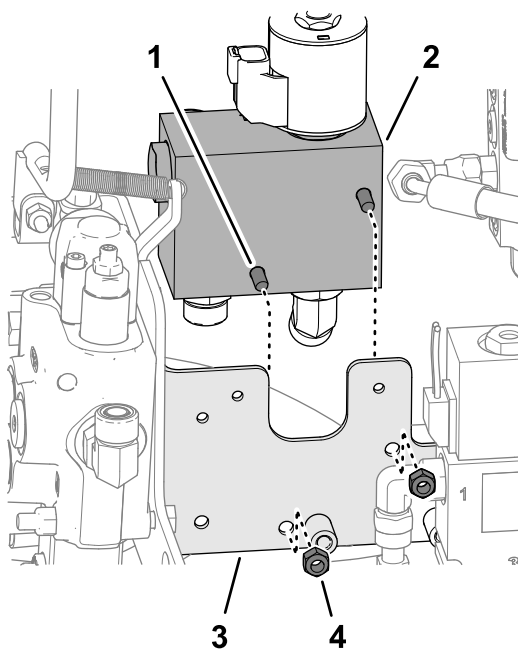

Figure 16
- Fixez la vanne à faible débit sur le support (Figure 16) à l'aide des 2 boulons ( $\frac{1}{4}$ " x  $2\frac{1}{2}$ ") et 2 contre-écrous ( $\frac{1}{4}$ ").